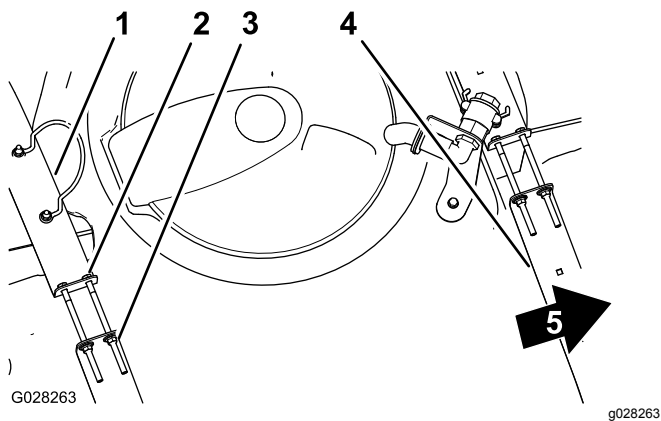

图 43
2. 检查药缸箍带与药缸之间是否有任何活动 图 43。
- 如果药缸箍带与药缸之间有松动应拧紧箍带顶部的凸缘锁紧螺母和螺栓直到箍带与药缸表面齐平图 43。